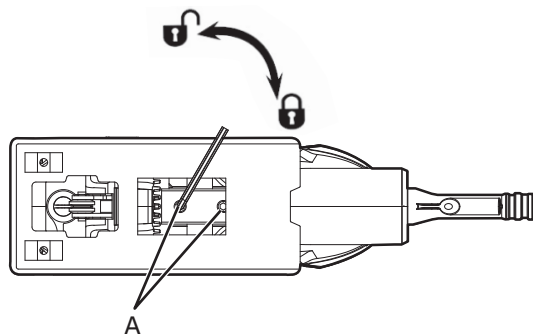

FIG.4
1. La semelle peut être réglée à 45° (à gauche ou à droite) par rapport à la direction de la scie pour faciliter le sciage des contours. Desserrez les deux vis de blocage (A) sous la semelle à l'aide de la clé Allen fournie avec l'outil, réglez la semelle à l'angle désiré et resserrez les vis (A). (Voir Fig. 4)